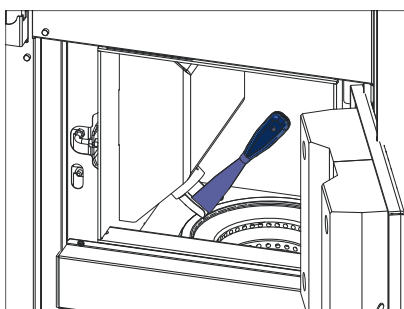

Fig. 39 Pulire il tubo di caduta
- Se necessario, pulire la parte interna del tubo di caduta con un cacciavite – Fig. 39.